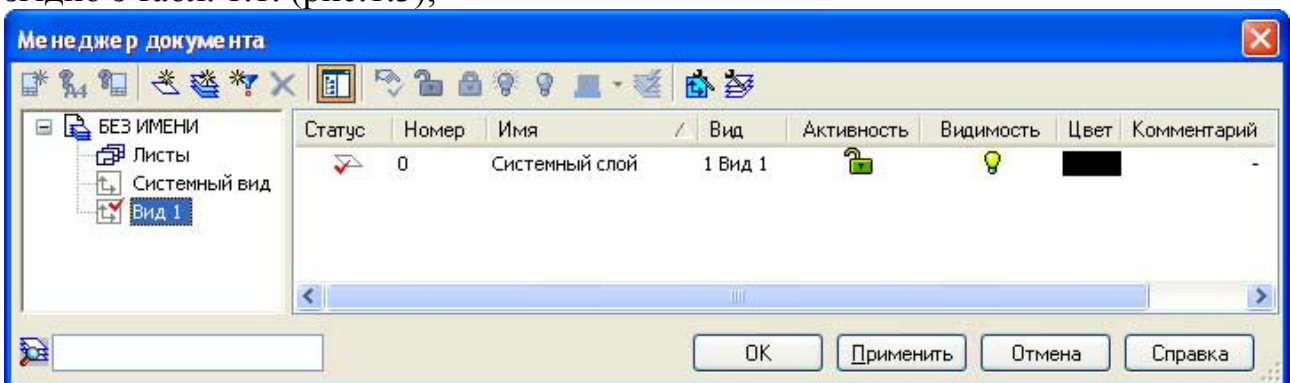

Рисунок 1.3. Менеджер документа
-у вікні «менеджер документа», змініть властивості системного шару згідно з табл. 1.1. (рис.1.3);